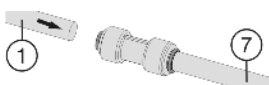

Fig. 24
- Conectar los tubos flexibles de prolongación suministrados Fig. 24 (1) con los tubos flexibles del aparato Fig. 24 (7): introduzca los tubos flexibles del aparato en los empalmes hasta el tope (aprox. 25/32" (20 mm)).